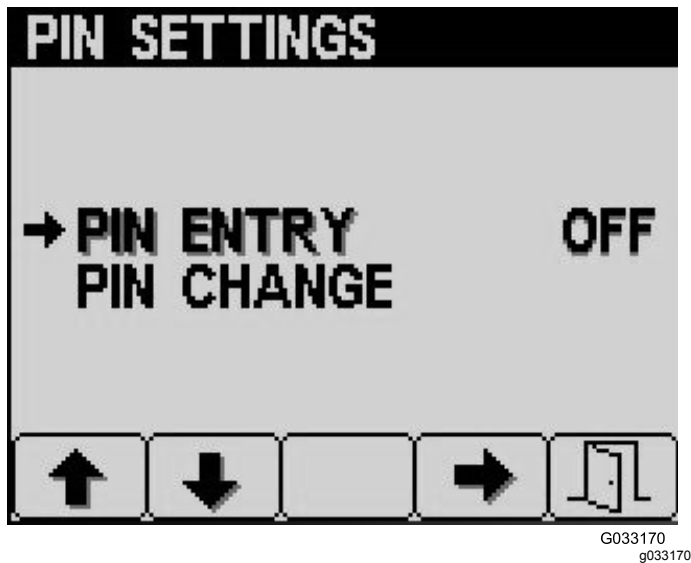

Figura 22
5. Desde la pantalla Configuración del PIN, pulse el botón 4 para seleccionar Introducción del PIN (Figura 22).
5. Pulse el botón 2 hasta llegar a Cambiar PIN en la pantalla Configuración del PIN, y pulse el botón 4 para seleccionar Cambiar PIN (Figura 22).